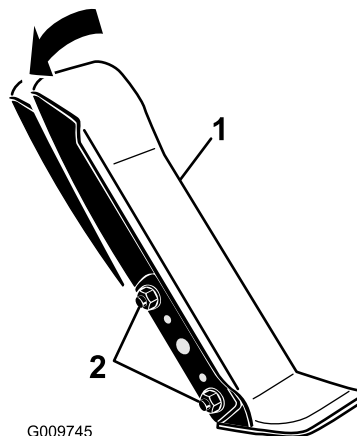

Figura 66
1. Allentare i 2 dadi e bulloni che fissano il lato sinistro del pedale di trazione alla staffa (Figura 66).
2. Inclinate il pedale nell'angolazione desiderata e stringete i dadi (Figura 66).